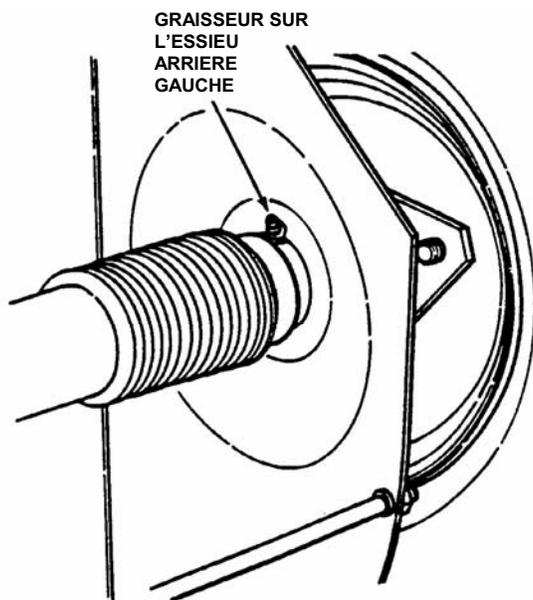

FIGURE 3.8
1. Graissez le cardan arrière gauche en donnant trois coups de pompe à graisse. Utilisez une graisse standard. Voir la figure 3.8.